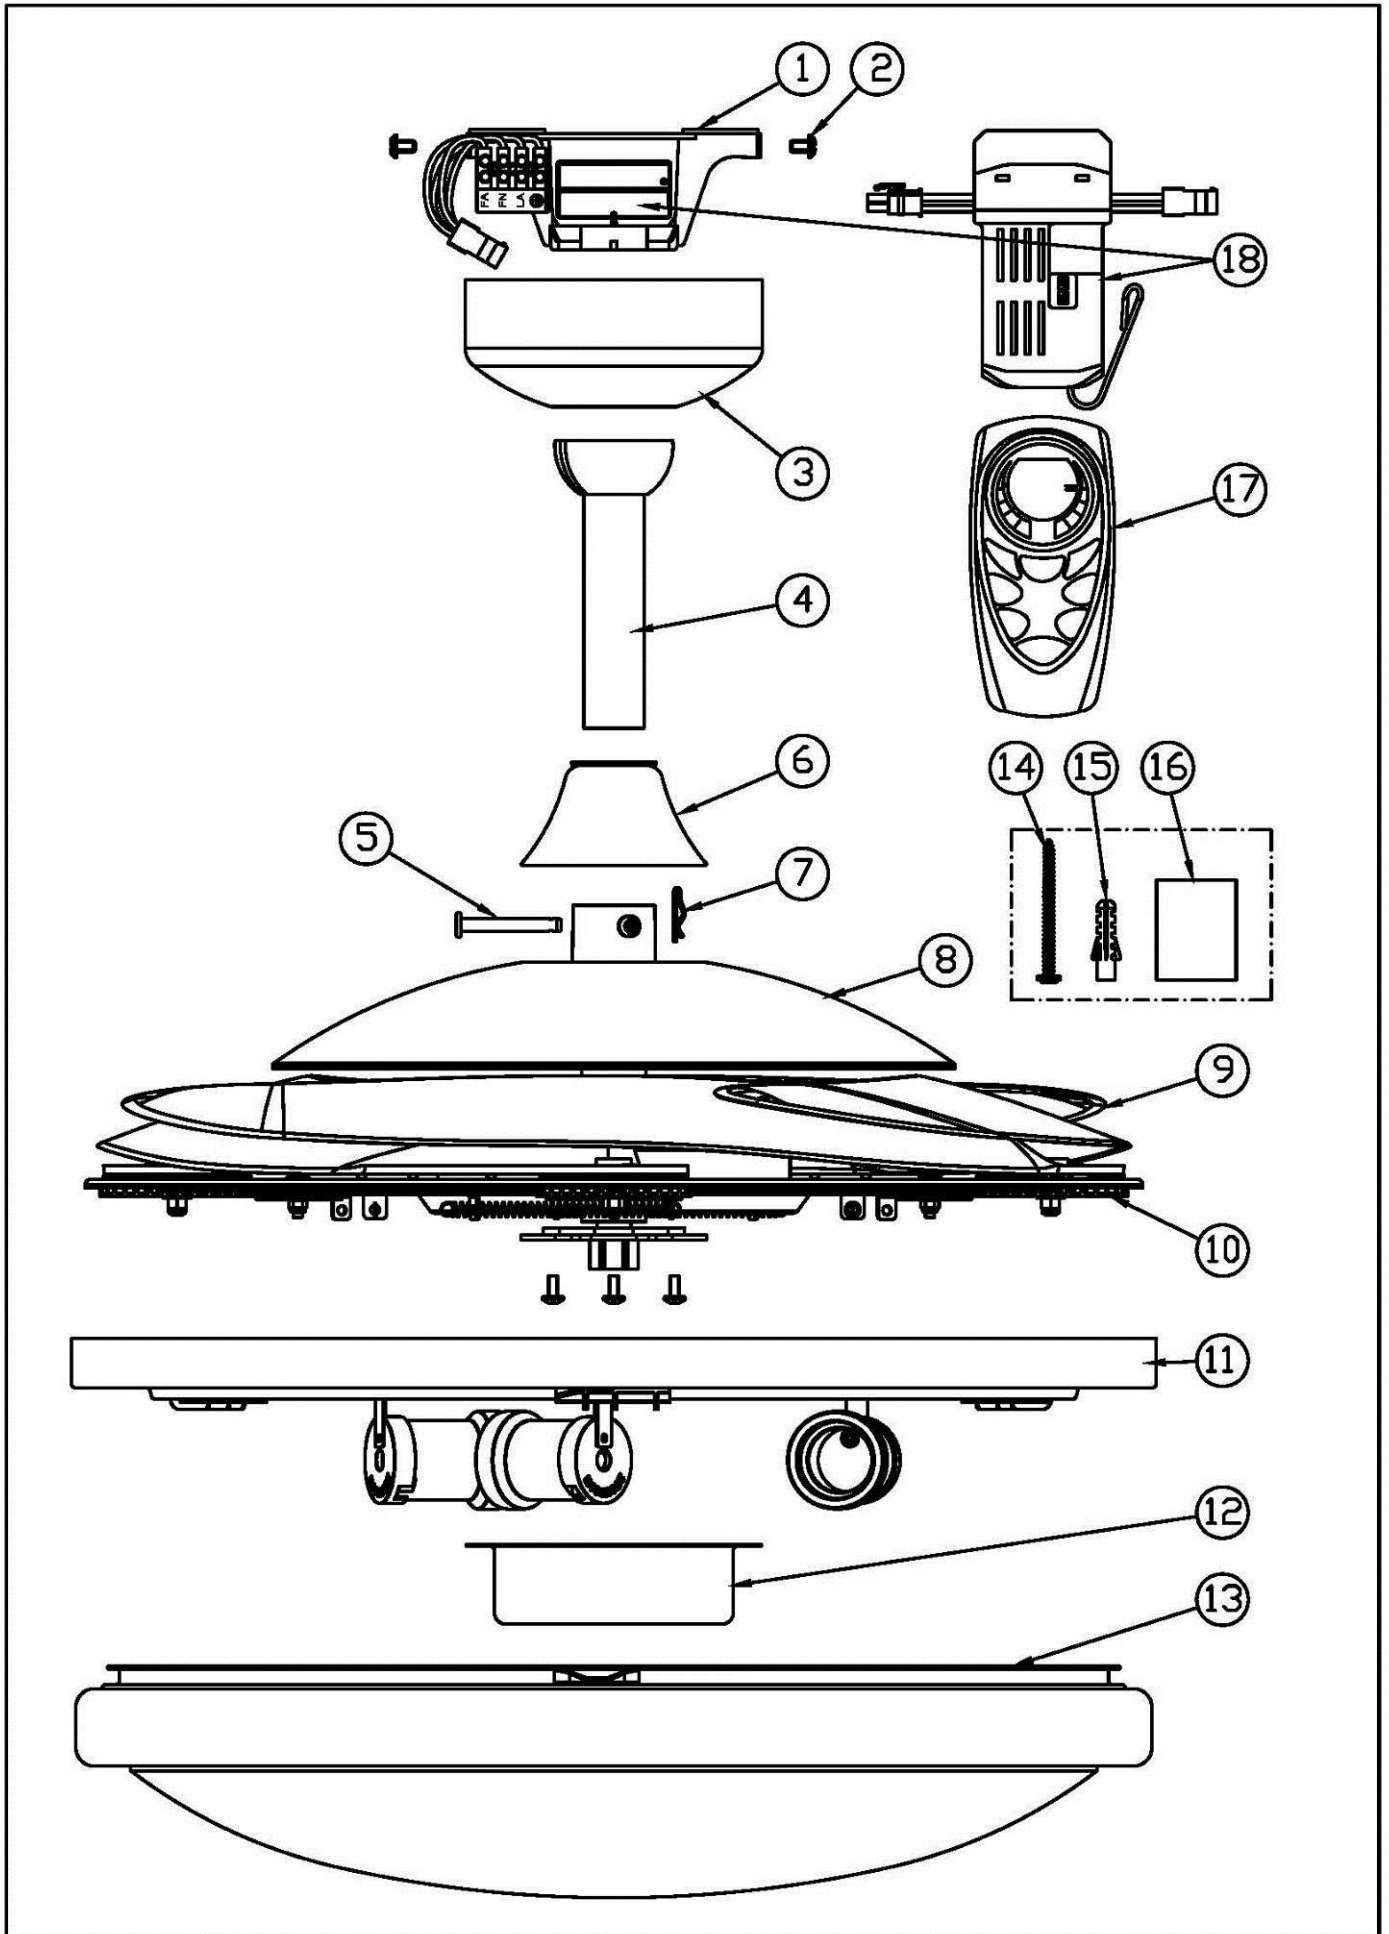

Figure 1
Déballer le ventilateur avec précaution et identifiez les différentes pièces. Veuillez vous en référer à la FIGURE 1.
- 2) Déposez la garniture de plafond (No. 3 – Figure 1) en desserrant les deux vis pourvues de fentes.
- 1) Faites passer la tige de suspension à travers la garniture de plafond (No. 3 Figure 1) et le couvercle de goupille et clavette (No. 6 Figure 1).
- 3) Introduisez la tige de suspension (No.4 – Figure 1) dans la partie supérieure de l'unité (No.8 – Figure 1), alignez les trous de l'unité avec ceux de la tige de suspension et insérez la clavette (No.5 – Figure1). Insérez ensuite la goupille (No.7 - Figure 1) dans l'extrémité de la clavette.
- 2) Insérez le récepteur de la commande à distance dans le support de montage (No.1 – Figure 1). Connectez la commande à distance au faisceau du moteur en raccordant les prises mâle et femelle (No.2 - Fig.3), puis branchez la commande à distance sur le support de montage en raccordant les prises mâle et femelle (No.1 - Fig.3).
- 3) Faites coulisser ensuite la garniture de plafond (No.3 – Figure 1) jusque sur le support de montage et en assurez le maintien en utilisant les trous en fentes. Alignez les 2 autres trous puis installez les deux autres vis. Serrez les quatre vis fermement.
Installez le module lumineux et vissez fermement le support lumineux (No.11-Fig.1) au ventilateur. Veillez à ne pas trop serrer les vis. Raccordez les prises mâle et femelle. Mettez le couvercle en place (No.12-Fig.1). Posez les luminaires (non fournis). Placez le dôme de verre sur le support lumineux en le tournant dans le sens des aiguilles d'une montre.